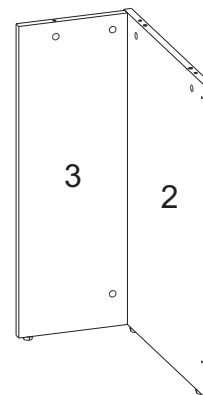

Рис.9
- Соедините деталь 2 с деталью 3 и затяните эксцентрики по часовой стрелке до упора. (рис.9)